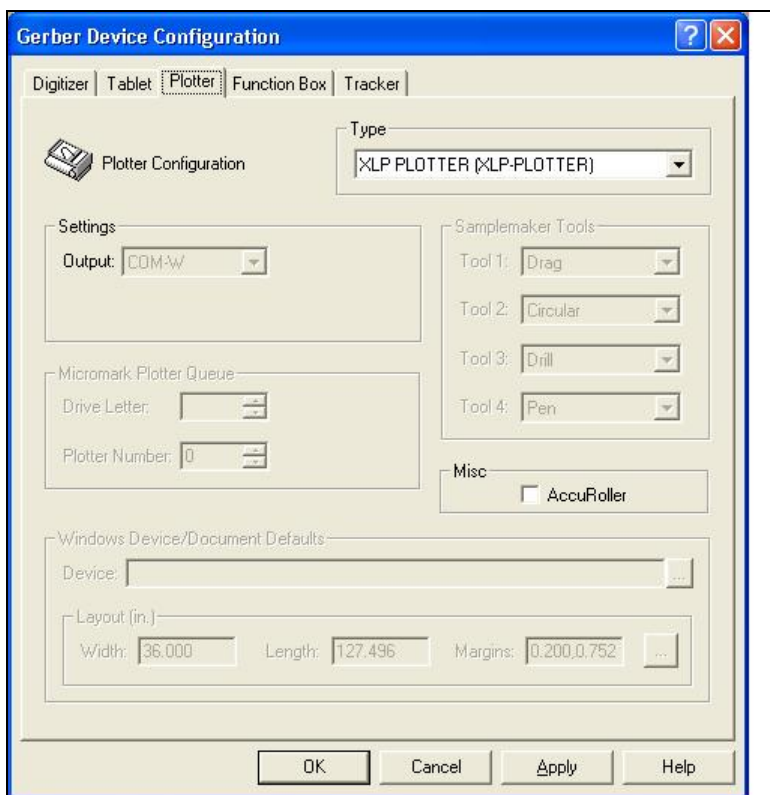

图 25. 格柏硬件设置
3. 将会出现**Gerber 硬件设置窗口** (图 25)。